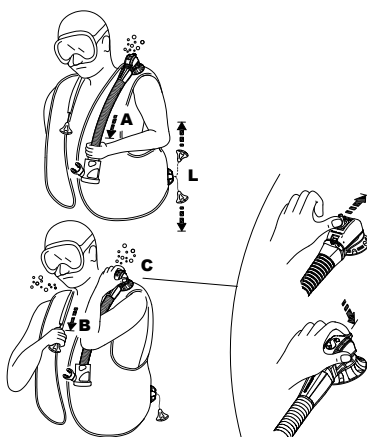

fig. 7
- a. tragerea usoara a furtunului ondulat a inflatorului (fig. 7 - A).
- b. impingerea pinului ce iese din carcasa supapei (fig. 7 - C) (Patentat): acest sistem poate fi util si pentru a evacua aerul din vesta altui scafandru atunci cand acesta se afla in dificultate (este incepator, in panica sau incostient, etc.).
- Supapa manuala de evacuare (Patentata) SCUBAPRO® are un buton de siguranta ce atunci cand este apasat (fig. 7 - C) va elibera aerul in cazul in care Sistemul Supapei Manuale nu functioneaza (este rupt cablul sau pinul, etc), sau atunci cand respiram prin Air 2.
Supapa de evacuare de pe umarul drept (fig. 7-B)
Supapa de pe umarul drept, daca este prezenta, poate fi activata prin tragerea usoara a butonului ce este conectat la supapa printr-un snur (fig. 7 - B). Pentru a activa supapa de evacuare manuala, positionati supapa in cel mai inalt punct pentru ca aerul sa poata iesi din vesta. Activati supapa de evacuare pana ce atingeti flotabilitatea dorita. Pentru a inchide supapa nu mai trageți/apasati (fig. 7 - B).
Supapa manuala de evacuare - pozitionata in partea dreapta jos (fig. 7 - L)
Sistemele cu debit maxim de evacuare a gazului sunt supapa de pe umarul drept (fig. 7-B) si supapa din parte dreapta de jos (fig 7-L).